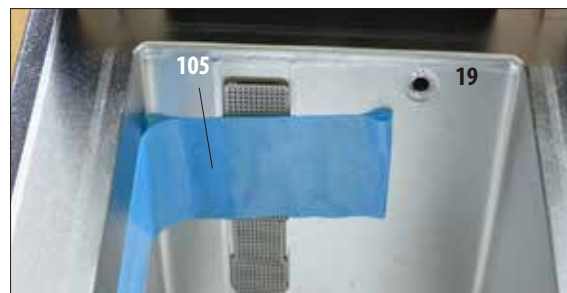

Рис. 19
- В реторте также нужно снять липкую ленту (105), которая фиксирует крышку датчиков уровня заполнения (рис. 19).